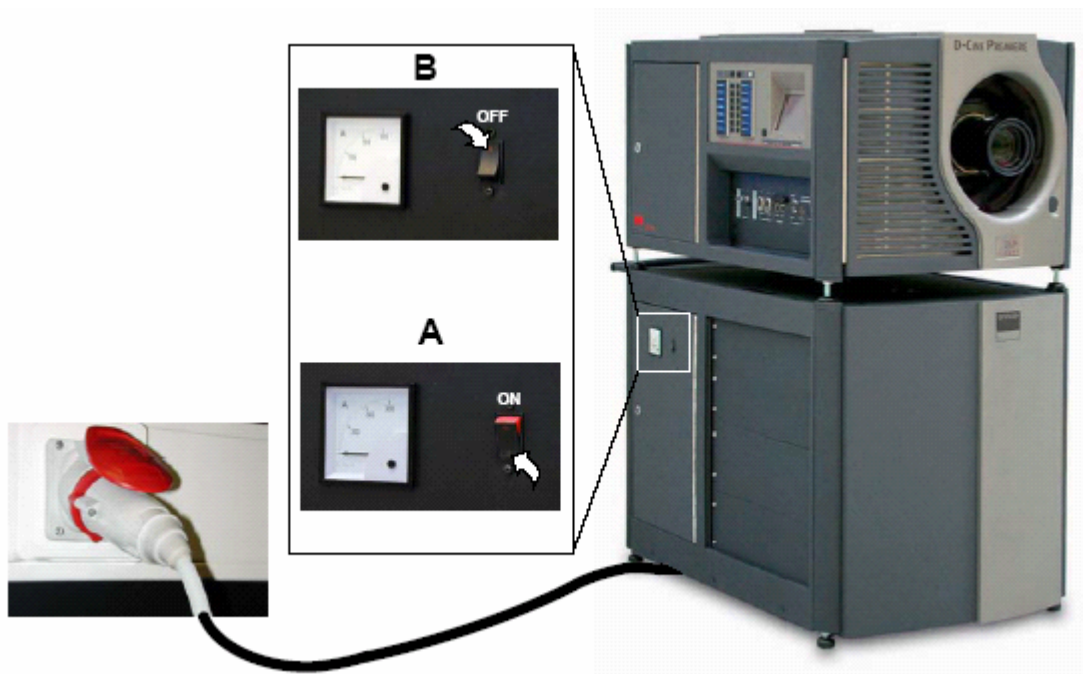

图 10-2 启动数字放映机
1. 按下“I”位置（“开”状态由开关上可见的红色部分表示）的翻转开关 (A)。（图10-2）数字放映机启动。数字放映机准备好进入操作模式，按钮面板的状态如下：